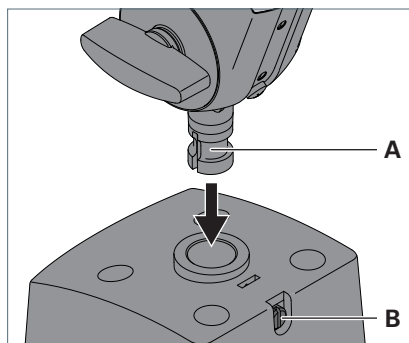

Fig. 2: Montage du luminaire sur l'élément de fixation.
- Introduire le tourillon **A** situé sur les tiges du luminaire dans l'ouverture de l'élément de fixation, voir Fig. 2.